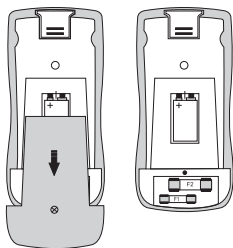

图 11
2. 拧松并拆下后面的电池仓螺钉 (15)。
3. 展开定位支架 (13)。从测量仪表上向下拉电池和保险丝仓盖 (图 11)。